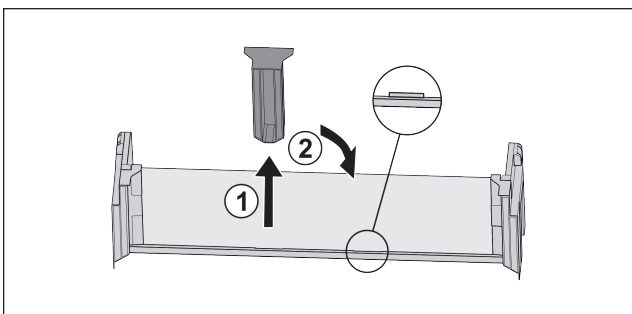

Fig. 26
- ▶ Снимите среднюю поддерживающую деталь Fig. 26 (1).
- ▶ Вставьте среднюю поддерживающую деталь во вторую позицию Fig. 26 (2).